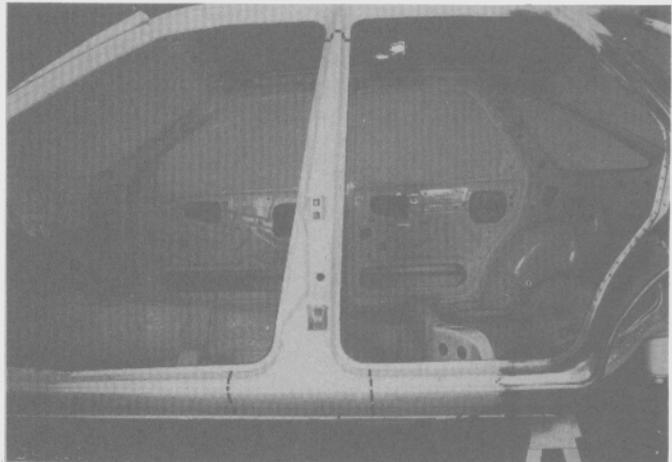

Fig. 256
- Marcar la línea de corte en el pilar "B" (Fig. 256).